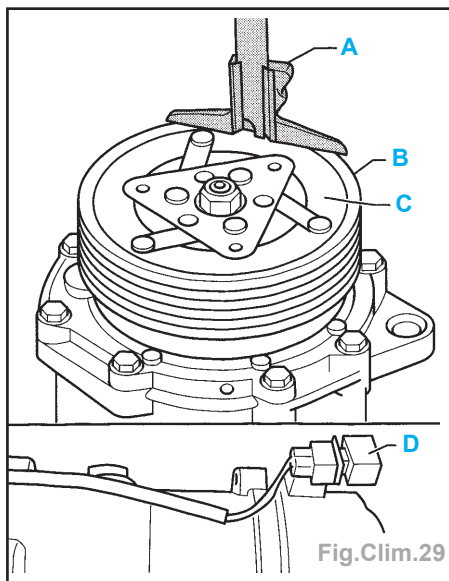

Fig.Clim.29
- Vérifier et ajuster l'interstice (Fig.Clim.29)
- Monter le doigt (C) sur le détrompeur de la bobine électromagnétique (A).
- Veiller à ce que le câblage (B) soit correctement installé par rapport à la bobine (A).
**Vérification et réglage de l'interstice** (Fig.Clim.29).